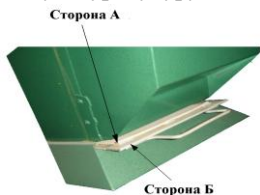

Рис. 5 Положение сетки
- установите на ПСМ поддерживающую сетку 4 (рис. 5). Рабочее положение сетки, сторона А должна быть обращена вверх, а тыльная часть поддерживающей сетки, сторона Б соответствующая плоскости крепления ручки сетки должна быть строго обращена вниз.